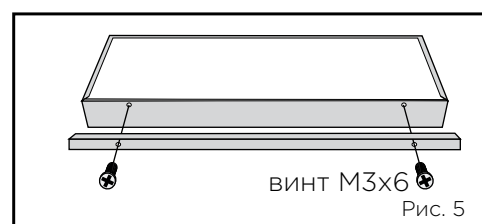

Рис. 5
- Для монтажа и подключения светильников ССВ в корпусе “УНИВЕРСАЛ” необходимо (рис.5):